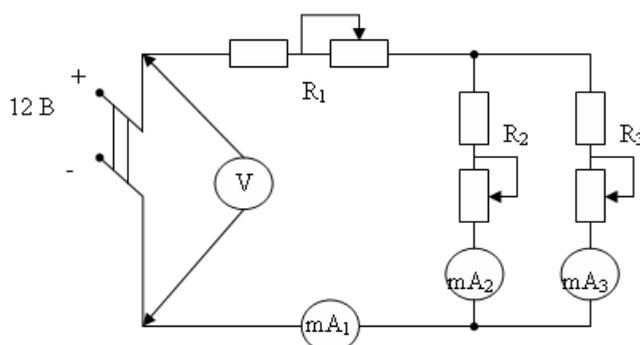

Рис. 6
5. Собрать электрическую цепь по схеме (рис. 6)